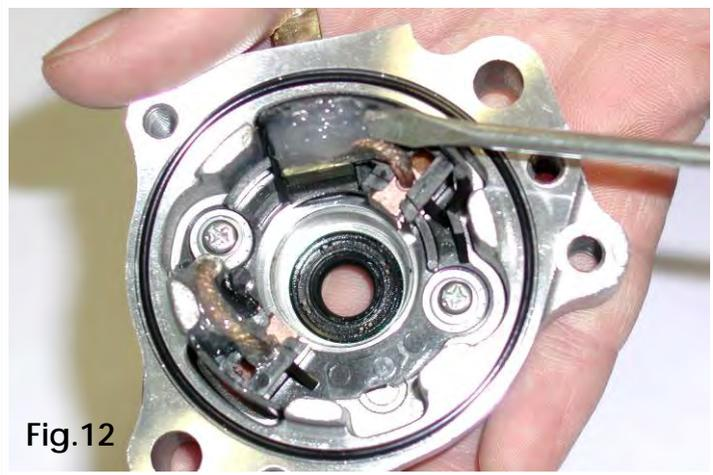

Fig.12
-REMOVER O SILICONE PRESENTE NA ESCOVA COM A AJUDA DE UMA CHAVE DE FENDA(ver Fig.12).